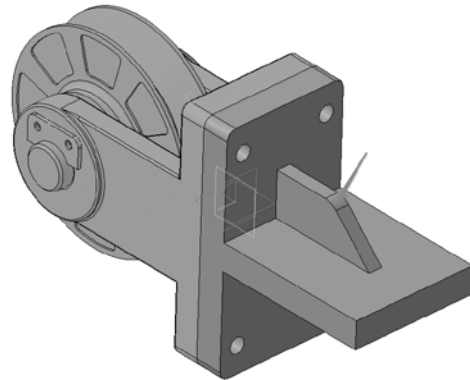

Рис. 60. Построение скруглений на детали «Кронштейн»
- 4.5 На ребре жесткости постройте скругление  радиусом 20 мм (рис. 60).